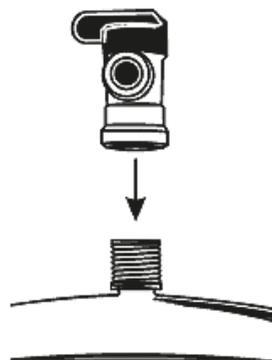

Рис. 10
2. Подсоедините шаровый кран бака к вершине накопительного бака (см. **рис. 10**). Во избежание поврежденный крана не прилагайте больших усилий при его установке. Используйте гаечный или разводной ключ.